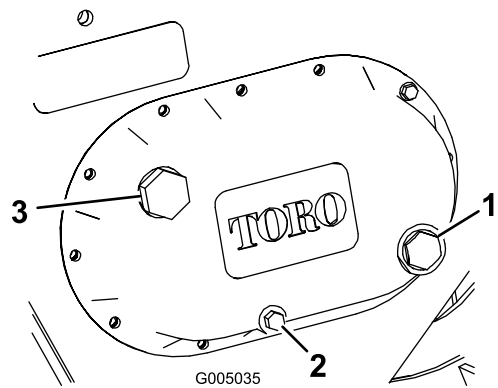

Bild 14
3. Prüfen Sie das Schauglas an der Seite des Getriebes (Bild 14).
4. Wenn der Stand des Getriebeöls niedrig ist, nehmen Sie die Füllschraube ab (Bild 14) und füllen Sie das Getriebe mit Öl, bis der Stand am roten Punkt an der Anzeige liegt.
4. Nehmen Sie die Ablassschraube (Bild 14) ab und lassen Sie das Öl in den Behälter laufen.
6. Nehmen Sie die Ablassschraube ab (Bild 14) und füllen Sie Getriebeöl ein, bis der Stand am roten Punkt an der Anzeige liegt.